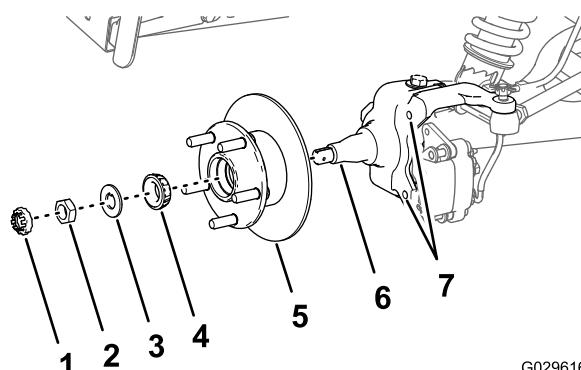

Рисунок 33
1. Нанесите тонкий слой консистентной смазки указанного типа на шпиндель (Рисунок 33).
2. Установите ступицу и ротор на шпиндель так, чтобы ротор был внутри (Рисунок 33).
3. Установите наружный подшипник на шпиндель и в наружное кольцо (Рисунок 33).
4. Установите стопорную шайбу на шпиндель (Рисунок 33).
5. Наверните гайку шпинделя на шпиндель и затяните гайку, поворачивая ступицу (Рисунок 33).
2. Совместите тормозные колодки с обеих сторон ротора (Рисунок 29) и отверстия в кронштейне суппорта с отверстиями в креплении тормоза на шпиндельной бабке (Рисунок 33).